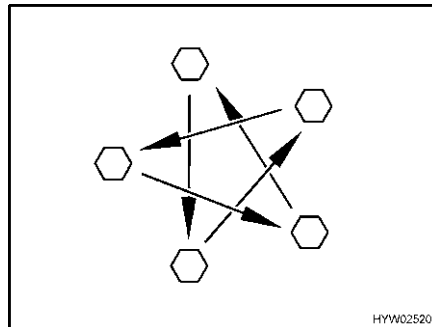

Fig. 187 Serrare a croce i dadi o i bulloni delle ruote
- Controllare regolarmente il serraggio dei dadi o dei bulloni. Regolare a croce (Fig. 187) il serraggio dei dadi o dei bulloni di una ruota sostituita dopo circa 50 km.
- ▷ Serrare a croce i dadi o i bulloni delle ruote (Fig. 187).